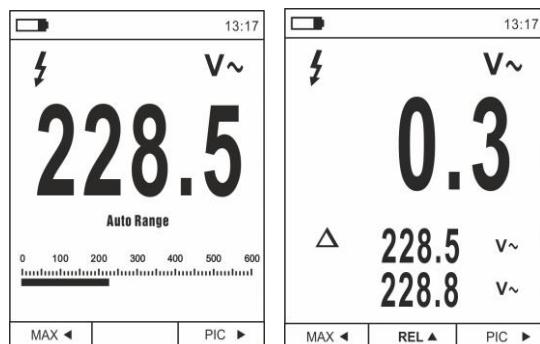

Fig. 8 Mesure relative
1. Appuyer sur la touche **REL ▲** pour entrer dans la mesure correspondante (voir Fig. 8 – partie droite). L'instrument met à zéro l'écran et sauvegarde la valeur visualisée telle que valeur de référence à laquelle seront rapportées les mesures successives. Le symbole « Δ » s'affiche à l'écran. Les fonctions « MAX/MIN » et « PIC » ne sont pas actives dans ces modes